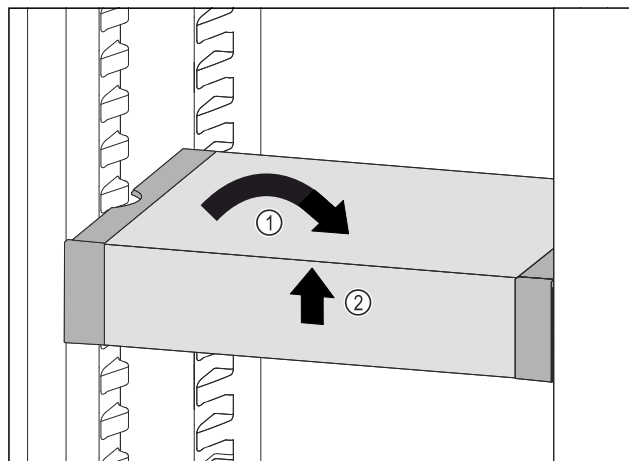

Fig. 89
- ▶ VarioSafe postavte rovně. Fig. 89 (1)
- ▶ VarioSafe vpředu zvedněte. Fig. 89 (2)